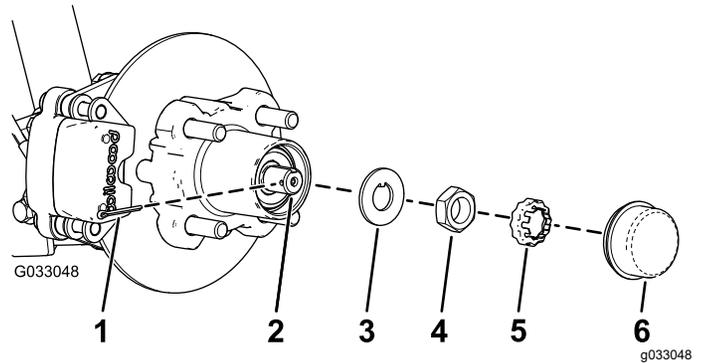
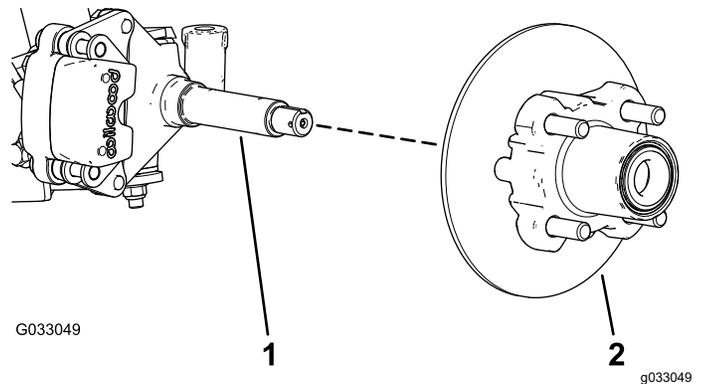

図 27
図 28
4. ハブからダストキャップを取る 図 27。
5. スピンドルとスピンドルナットから、コッターピンとナットリテーナを外す 図 27。
6. スピンドルからスピンドルナットを外し、スピンドルからハブローラアセンブリを取り出す 図 27と 図 28。